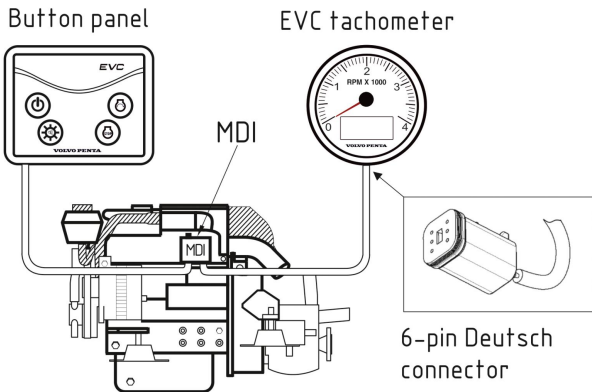

Abbildung 2. Volvo Penta-Motor mit MDI- und EVC-Drehzahlmesser
- Wenn das System über einen EVC-Tachometer (mit Nadelanzeige und kleinem LCD-Display) verfügt, der über einen 6-poligen Deutsch-Stecker angeschlossen ist (siehe Abb. 2 auf der nächsten Seite), besteht die beste Option darin, das Gateway in Reihe anzuschließen ein Drehzahlmesser (es sind keine zusätzlichen Kabel erforderlich, das Gateway ist mit einem 6-poligen Y-Stecker ausgestattet);